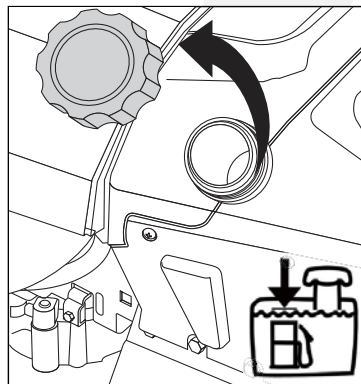

Fig. 14
- Quite el tapón de combustible. (Fig. 14)